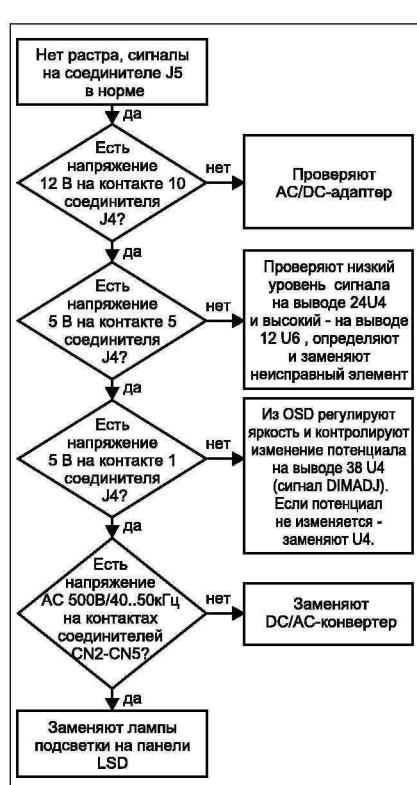

Рис. 11
- Нет растра, сигналы на соединителе LCD-панели (J5) в норме (рис. 11);